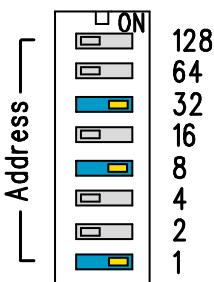

图 96 MAC 地址 DIP 开关示例
- 4 用于设置设备 MAC 地址的 DIP 开关：请参见图 96 (第 146 页)